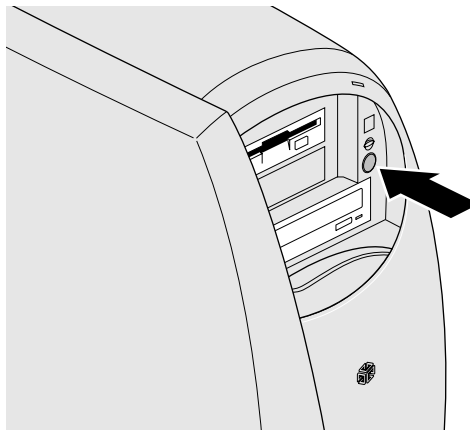

Figura 1-11 Accensione del sistema
3. Premere il pulsante di accensione, come illustrato nella Figura 1-11.
4. Premere il pulsante di accensione (Figura 1-11). Il sistema si spegne.